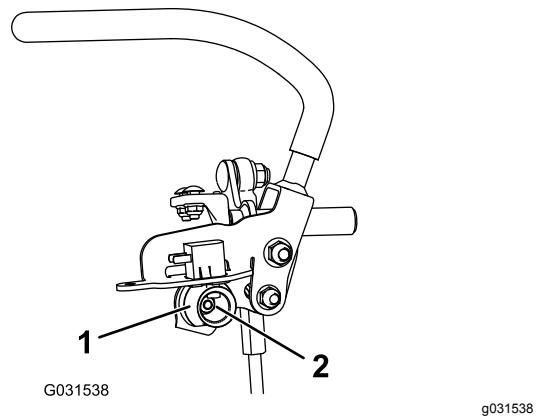

Figure 68
7. Desserrez l'écrou de fixation de la came (Figure 68).